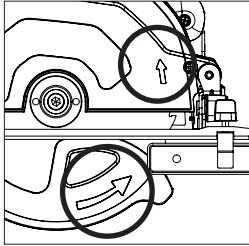

Fig. 6
- Se till att riktningen på roteringspilarna som är tryckta på bladet matchar riktningen på roteringspilarna som finns på maskinens övre och nedre bladskydd. **(Fig. 6)**